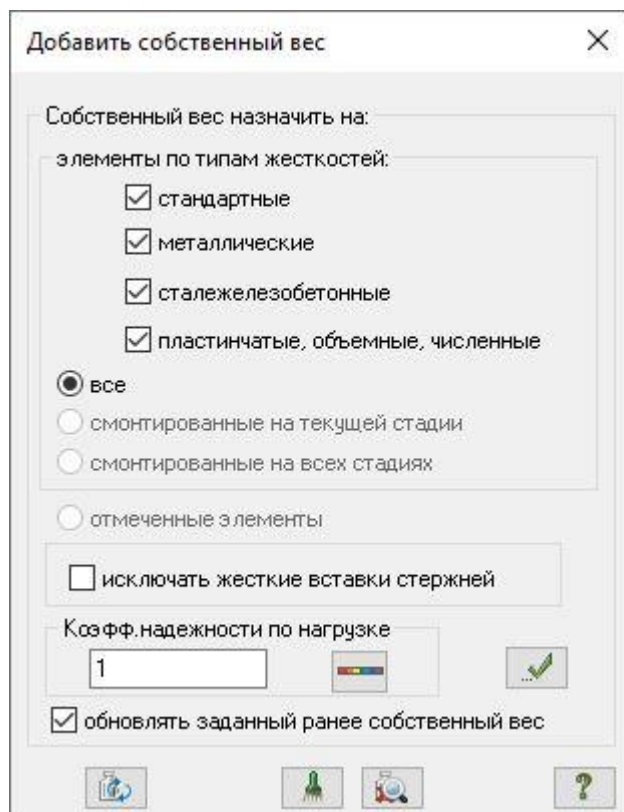

Рис.6.12. Диалоговое окно **Добавить собственный вес**
- Щелчком по кнопке  – **Добавить собственный вес** (панель **Нагрузки** на вкладке **Создание и редактирование**) вызовите диалоговое окно **Добавить собственный вес** (рис.6.12).